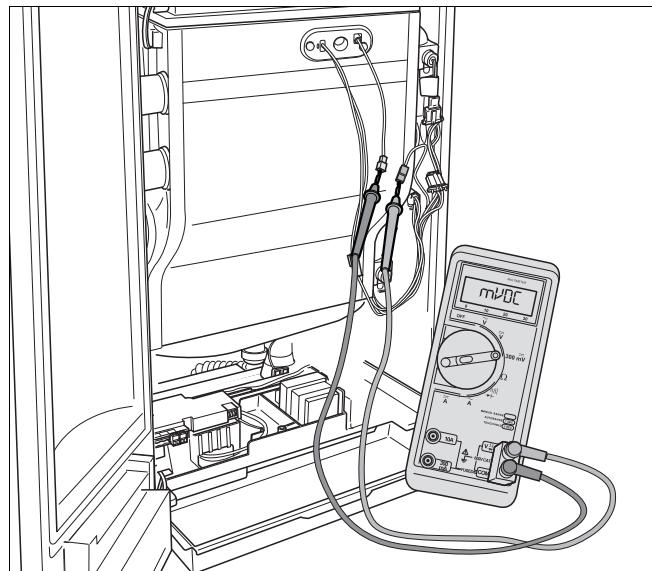

Рис. 89 Измерение тока ионизации
- Подключить измерительный прибор в разрыв кабеля последовательно (рис. 89). Выбрать на измерительном приборе диапазон постоянного тока μA . Разрешение измерительного прибора должно быть не менее 1 μA .